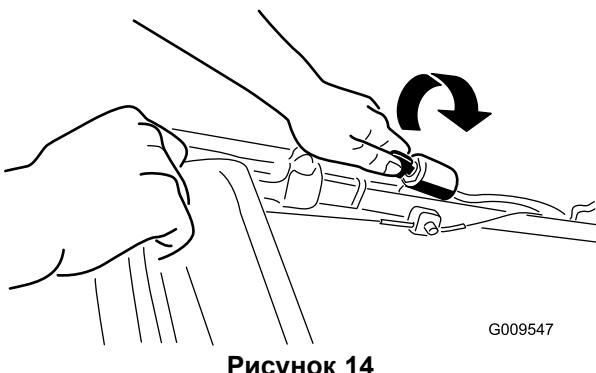
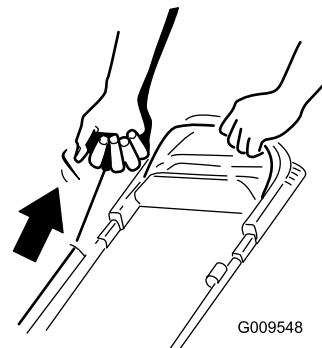

Рисунок 14
Рисунок 15
- Поверните ключ зажигания (Рисунок 14) (только для модели с электрическим запуском) или потяните за ручку механического стартера (Рисунок 15).
Примечание: Слегка потяните за ручку стартера без усилия до тех пор, пока не почувствуете сопротивление, после чего резко дерните ее (Рисунок 15). Дайте тросу медленно вернуться в ручку.